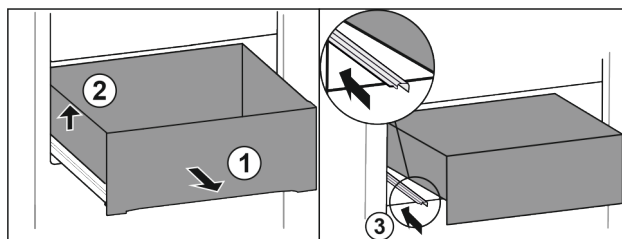

Fig. 62
► Vytiahnite zásuvku až na doraz. Fig. 62 (1)
► Nadvihnite zásuvku doľava. Fig. 62 (2)
► Zasuňte ľavú koľajničku. Fig. 62 (3)